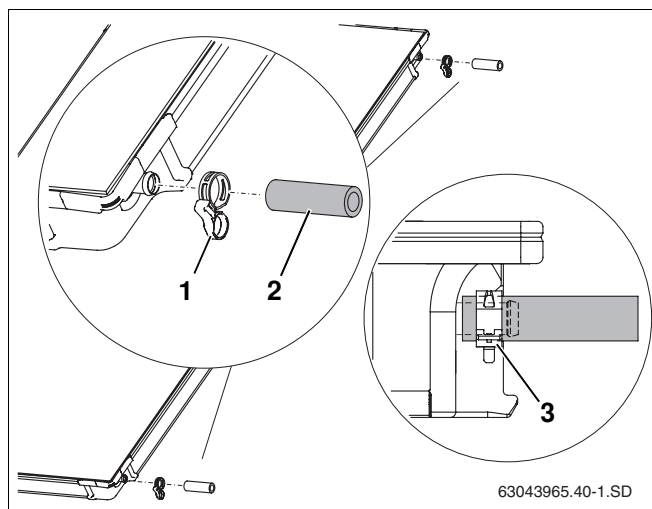

Fig. 39 Prémonter le kit de connexion sur le deuxième capteur
- ▶ Glissez les tubes solaires de 95 mm (fig. 39, **pos. 2**) sur les raccords droits du deuxième puis de tous les autres capteurs.
- ▶ Glissez les brides du compensateur (fig. 39, **pos. 1**) sur le tube solaire (la deuxième bride assurera le raccordement du capteur suivant).
- ▶ Une fois la bride placée correctement, serrez l'anneau de sécurité pour fixer la connexion (fig. 39, **pos. 3**).